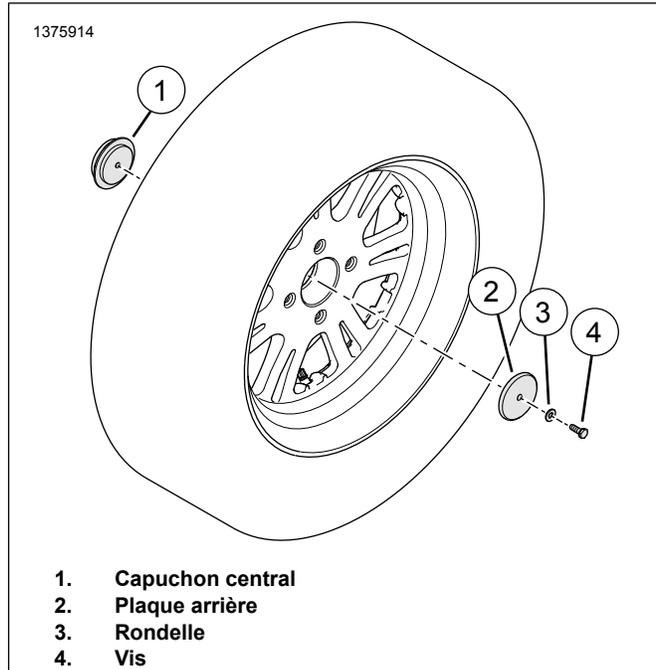

Figure 2. Capuchon central
4. Voir la figure 2. Si nécessaire, retirer le cache central.
- a. Déposer la vis (4) et la rondelle (3).
- b. Enlever la plaque arrière (2).
- c. Déposer le capuchon central (1).
2. Voir la figure 2. Si nécessaire, installer le cache central.
- a. Enduire la vis (4) de frein filet.